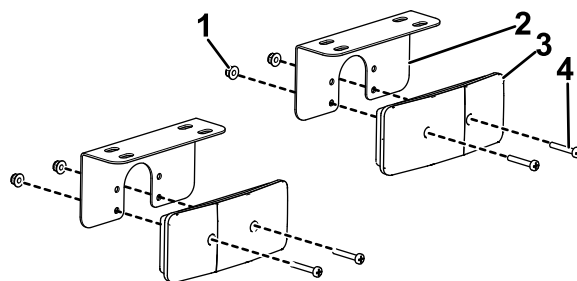

図 5
1. ブレーキランプブラケットにブレーキランプを取り付ける各ランプにプラスねじ#10 x 1 1/4"2本、ロックナット#102個を使用する。図 5で正しい取り付け向きを確認すること。